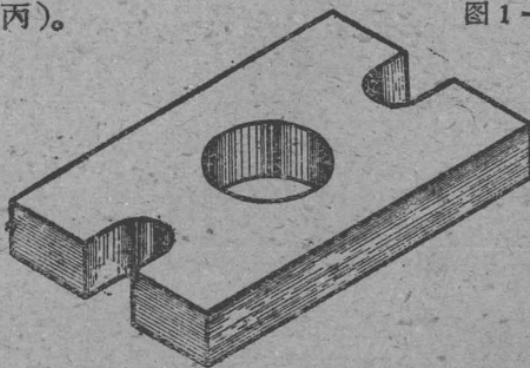

图1—6丙
③除了上述分析方法外，我们还常用“一个线框表一面”的方法结合起来分析图形。如图1—6甲主视图上有两个封闭的线框，表示物体在这个方向看见两个面，一个是底板上的平